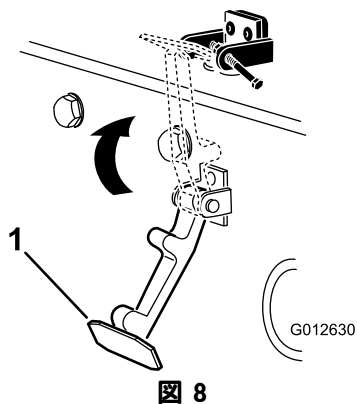

図 8
6. フード・ラッチブラケットにラッチを入れる (図 8)。